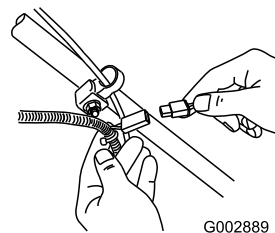

Figura 28
1. Conecte el cargador al arnés de cables, situado debajo del botón de arranque eléctrico (Figura 28).